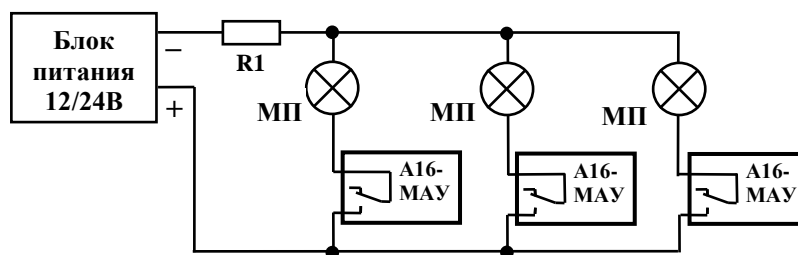

Рис.5. Схема подключения модулей пожаротушения ("МП") с контролем исправности цепи каждого модуля и с веерным включением модулей.
6.1.20. При питании нескольких групп модулей от единого источника возможно организовать их веерное включение. Для этого шлейф с модулями пожаротушения необходимо подключить непосредственно к источнику питания через ограничительный резистор  $R_1$  (рис.5), а модулям А16-МАУ задать время задержки включения таким образом, чтобы их включение осуществлялось поочередно.